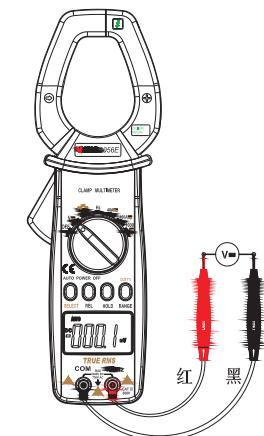

图3
八. 测量操作说明**1. 直流电压测量 (V) (见图3)****警告**